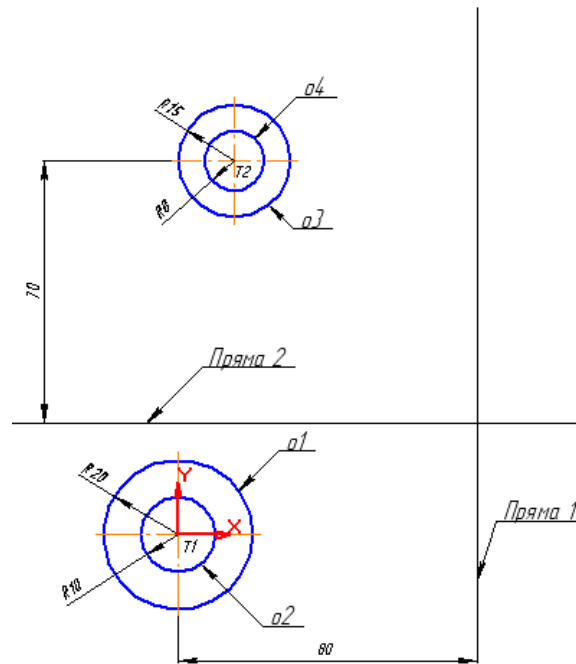

Рисунок 6
8. За допомогою команди **Параллельная прямая**  на **Инструментальной панели** на сторінці **Геометрия**  будується допоміжна пряма 1, паралельно вертикальній осі симетрії кола о1 на відстані 80 мм праворуч від неї (рисунок 6). У **Панели свойств** обирається **Режим**  та .
9. За допомогою цієї ж команди будеться пряма 2 паралельно горизонтальній осі симетрії кола о3 на відстані 70 мм униз (див. рисунок 6).